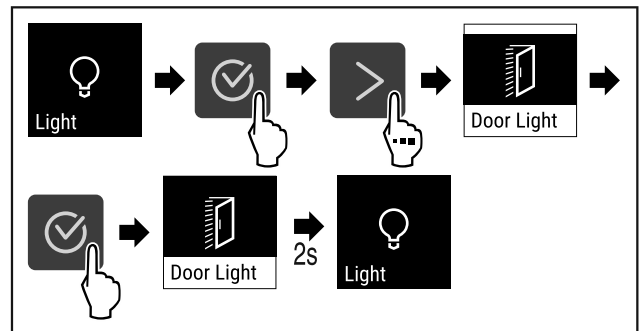

Fig. 87
- Følg anvisningene (se Fig. 87) .
- ▶ Følg anvisningene (se Fig. 87).